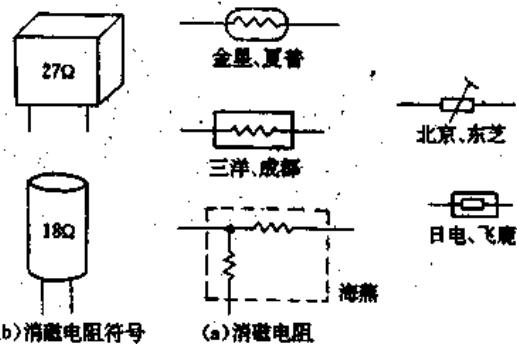

图 1-12
(2) 消磁电阻: 消磁电阻是一种具有正温度系数的热敏电阻, 即随着温度的升高其阻值将迅速增大。常温下消磁电阻为低阻抗(如  $12\Omega$ 、 $18\Omega$ 、 $27\Omega$ 、 $30\Omega$  等)。它与消磁线圈串联组成彩色显像管的自动消磁电路。图 1-12 为消磁电阻及代表符号。